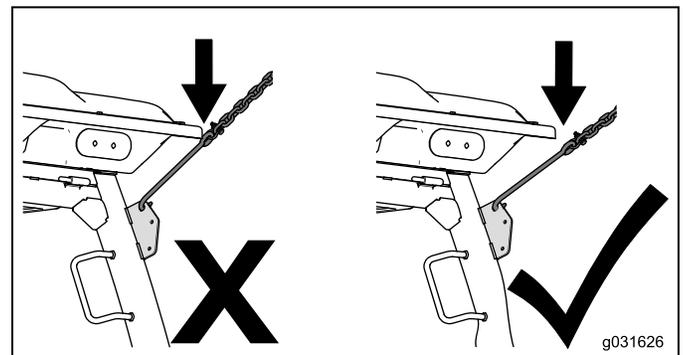

Figure 22
**Important:** Vérifiez que le système de levage ne touche pas la garniture de pavillon (Figure 22).